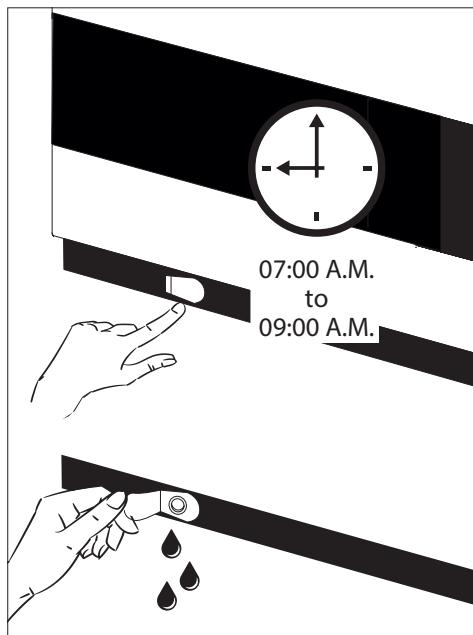

图 17
1. 关闭 ON/OFF 按钮断开电源。重要提示！仅关闭疫苗柜的电源。（见图 17）